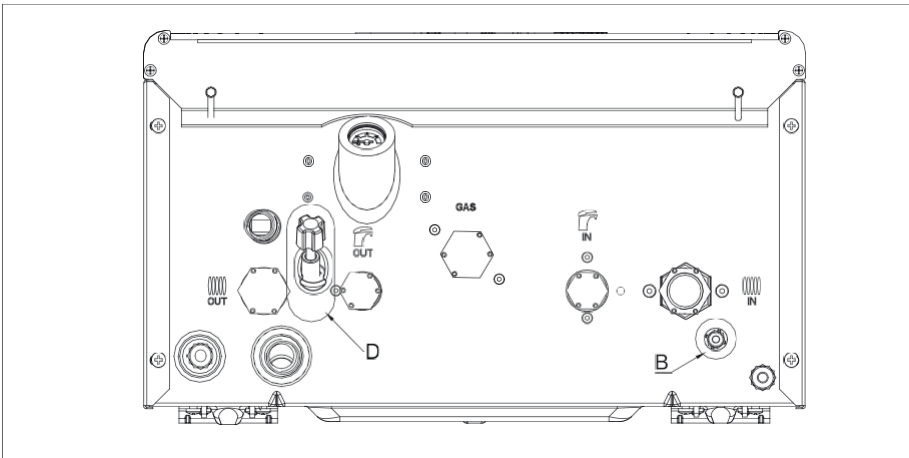

Figura 3. Vedere de jos a cazanului Smart Fit
Există un manometru pe partea inferioară a cazanelor Smart Fit. După efectuarea tuturor conexiunilor necesare ale cazanului (electricitate, țevi și coș de fum), umplerea se poate face prin robinetul de umplere (D) din partea stângă jos a cazanului (Figura 3).
Dacă presiunea apei scade sub o anumită valoare, pe afișaj apare defecțiunea E04. Deschideți robinetul de umplere (D) din Figura 3 pentru a crește valoarea presiunii din sistem. Verificați valoarea presiunii pe manometru pentru a evita supraîncărcarea sistemului. Continuați să umpleți sistemul până când presiunea atinge 1,2 bari, când această valoare este atinsă, închideți robinetul de umplere.